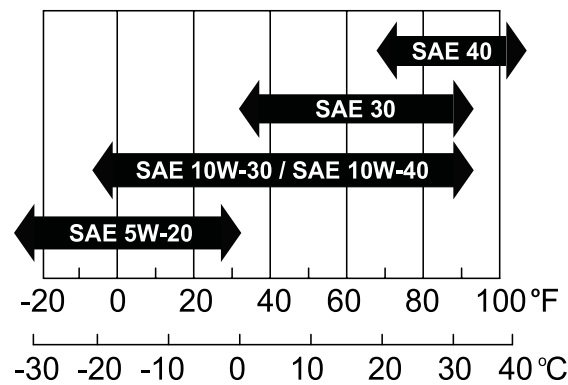

図 37
- 粘度 SAE 30 他の粘度のオイルを使用する場合は、以下の表を参照のこと 図 37